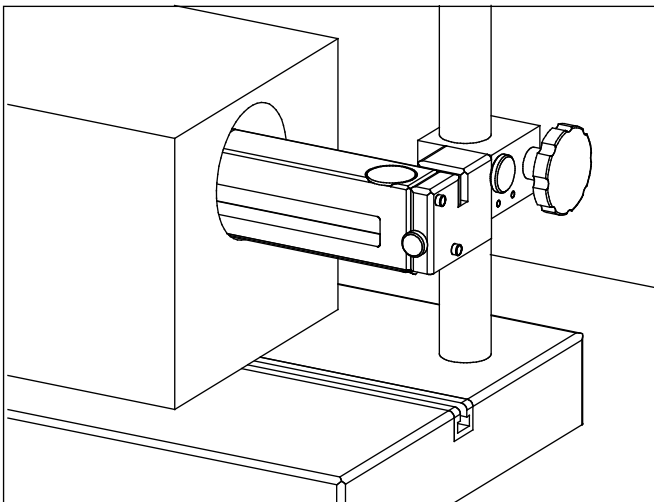

Fig. 7
- Dans les alésages cylindriques d'un diamètre supérieur à 68 mm, la MarSurf GD 25 / GD 25 plus peut être introduite entièrement (v. fig. 7). Dans ce cas, il faut enlever les pieds d'appui et les remplacer par les vis.